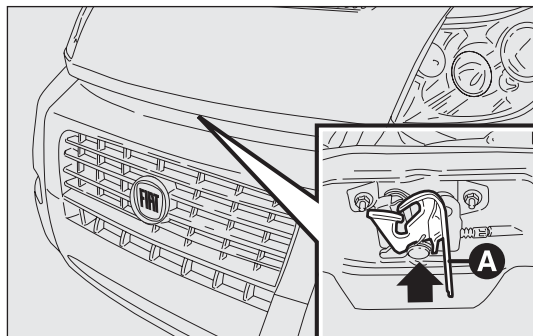

рис. 125
- ☐ потяните за рычажок А – рис. 125 как показано на рис.;